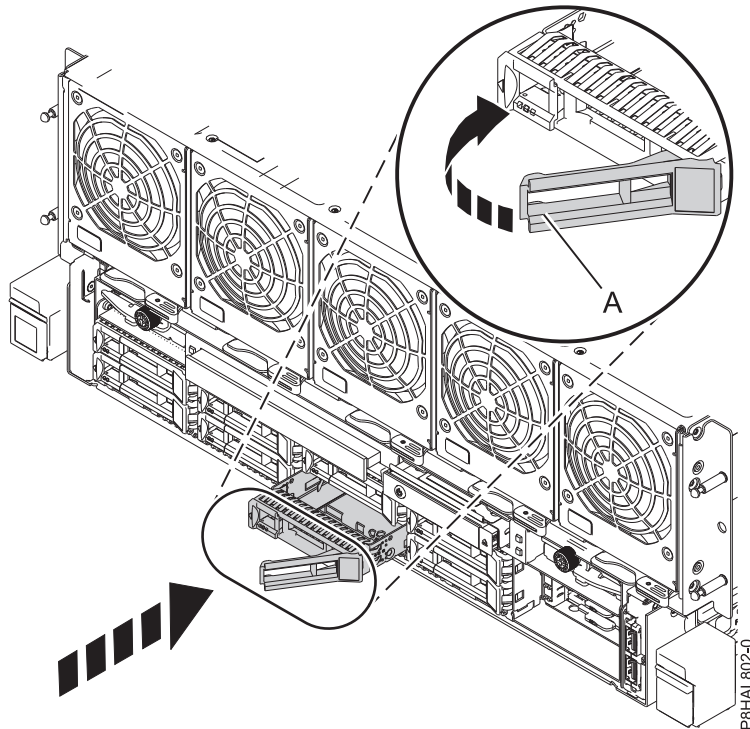

Figura 19. Sustitución de una unidad de disco en un sistema de 8408-44E o 8408-E8E
- Desbloquee el asa de la bahía de unidad (A) ejerciendo presión y tirando de ella hacia usted. Si el asa no está extendida del todo, la unidad no entra en el sistema.
5. Deslice la unidad hasta el fondo del sistema y empuje el asa de la bahía de unidad (A) hasta que quede encajada, como se muestra en Figura 19.